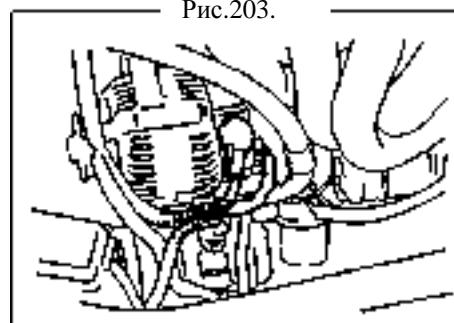

Рис.203.
3. Снимите компоненты генератора (рис.203).